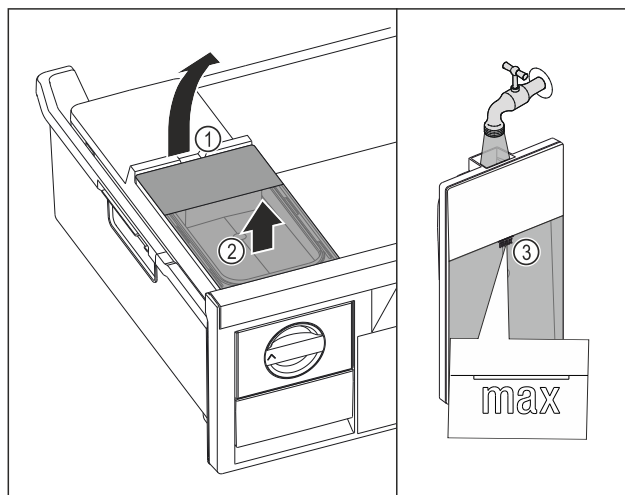

Fig. 80
- ▶ Zbiornik wody unieść za wycięcia Fig. 80 (1).
- ▶ Wyjąć zbiornik wody do góry. Fig. 80 (2)
- ▶ Zbiornik wody napełnić wodą pitną aż do oznaczenia Fig. 80 (3).